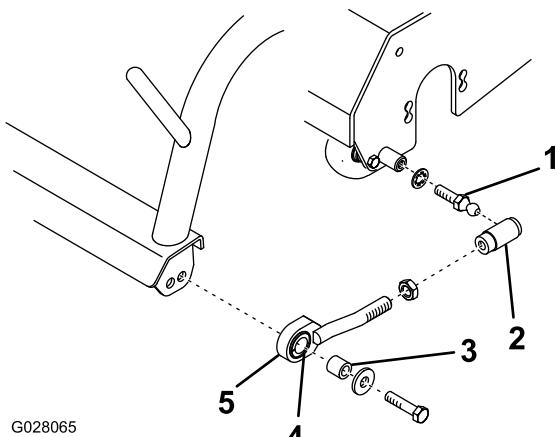
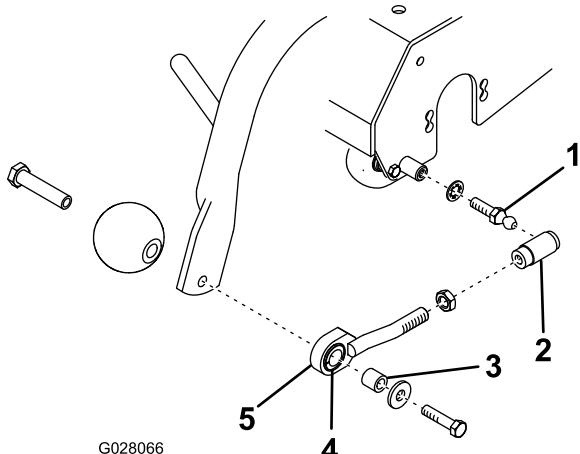

Figura 5
Figura 6
- B. Monte uma porca e um recetor de junta esférica em cada conjunto articulado, conforme indicado na Figura 5 ou Figura 6.
- C. Monte um conjunto articulado de tração em cada extremidade da estrutura da carroçaria com um espaço, uma anilha e um parafuso (Figura 5 ou Figura 6).
- D. Instale um perno esférico e uma anilha de bloqueio em cada extremidade do triplo-rolo (Figura 5 ou Figura 6).
F. Faça deslizar a manga de volta para cada recetor da junta esférica e prenda-os nos pernos esféricos (Figura 5 ou Figura 6).